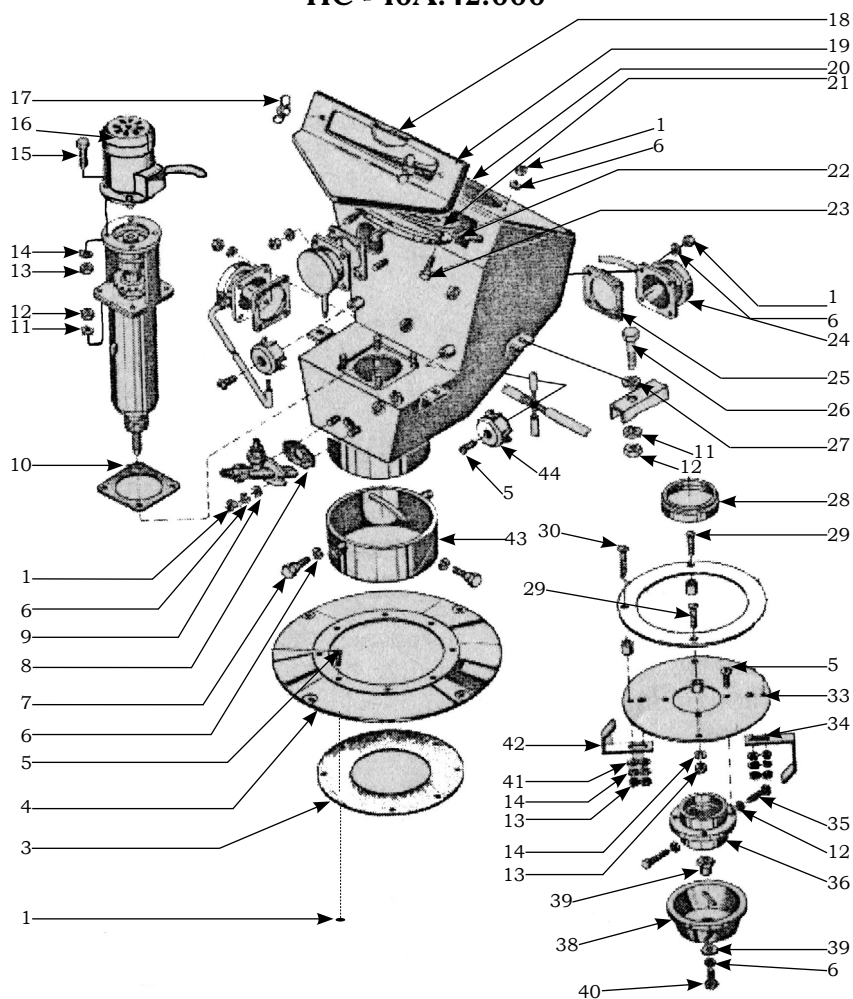
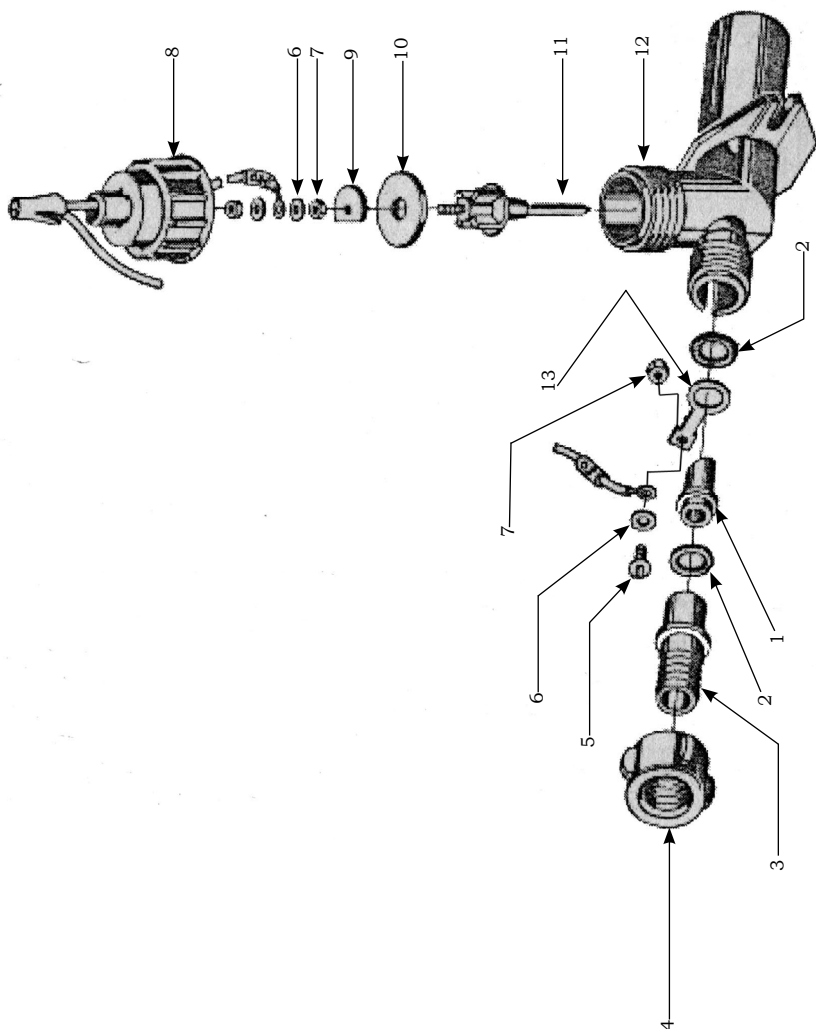
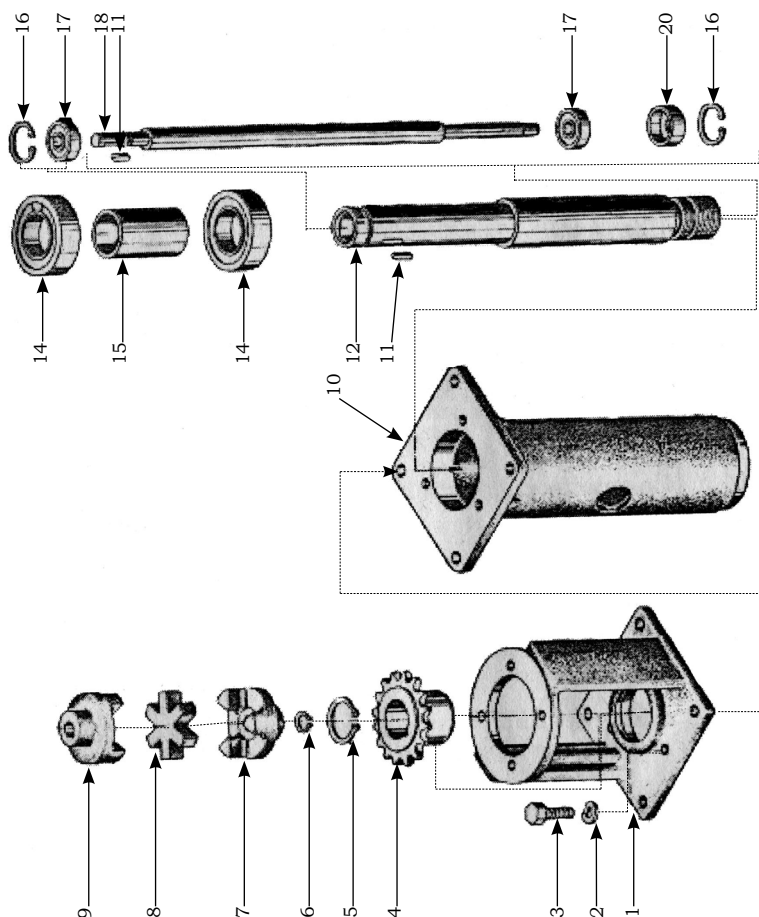

Рис.3.4.
Рис.3.5.
Рис.3.6.
3.4. Бункер семян (рис.3.4) с датчиком (рис.3.5) и приводом дисков (рис. 3.6) предназначен для равномерной загрузки камеры семян, контроля за подачей рабочей жидкости к распылителю, передачи вращения на диски семян и распылитель.
Подписуночный текст к рис. 3.4.
Подрисуночный текст к рис.3.5
Подрисуночный текст к рис.3.6